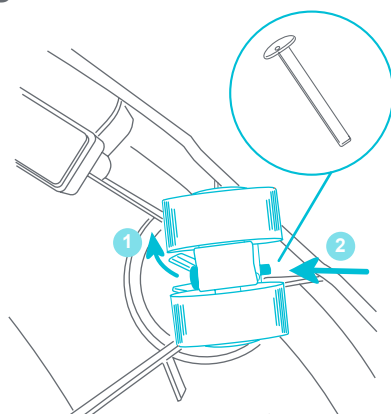

Fig. 14a
- 14 • **REMOCIÓN:** (1) Retire la pequeña lengüeta de la chaveta. (2) Saque el pasador de la ranura (Fig. 14a).